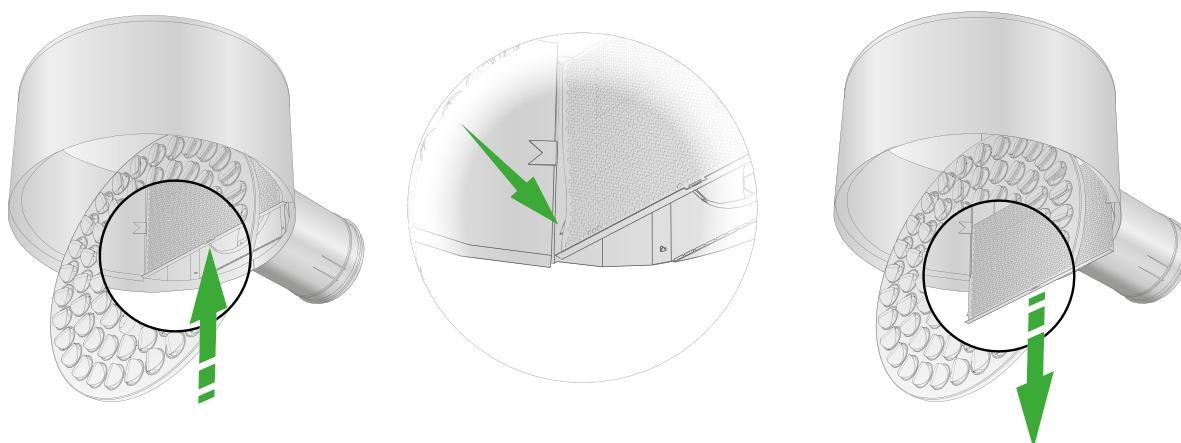

Figure 3. Démontage de la tôle de répartition de l'air.
- Détacher la tôle perforée de répartition de l'air côté entrée comme illustré à la figure 3.
La portée $l_{0,2}$ est indiquée dans les diagrammes de dimensionnement destinés aux réglages standards des disques (diffusion tourbillonnaire dans le sens des aiguilles d'une montre). Si un réglage différent s'impose, se reporter au tableau 2. Voir aussi la figure 3 (Réglage des disques) à la rubrique Dimensions et poids.